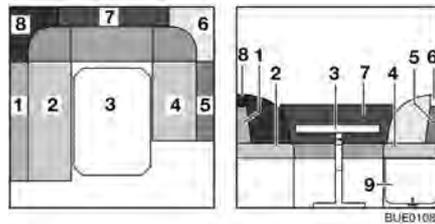

Fig. 89 Avant la transformation
- Convertir la table (Fig. 89,3) en sommier de lit (voir paragraphe 6.11).
- Déverrouiller et rabattre la rallonge du coffre de banquette (Fig. 89,9) vers le haut.